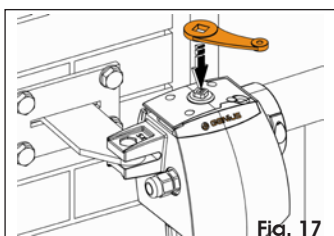

Fig. 17
2. Inserire la chiave di manovra sull'apposita sede posizionata nella parte superiore dell'operatore (Fig. 17).